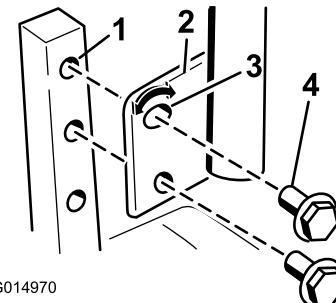

Figura 23
- Retire los 2 pernos que fijan la palanca de control al brazo de la palanca (Figura 23).
- Mueva la palanca al juego de taladros siguiente. Fije la palanca con los 2 pernos (Figura 23).
- Afloje el perno inferior lo suficiente para poder desplazar hacia adelante o hacia atrás la palanca de control (Figura 23). Apriete ambos pernos para fijar el control en la posición nueva.